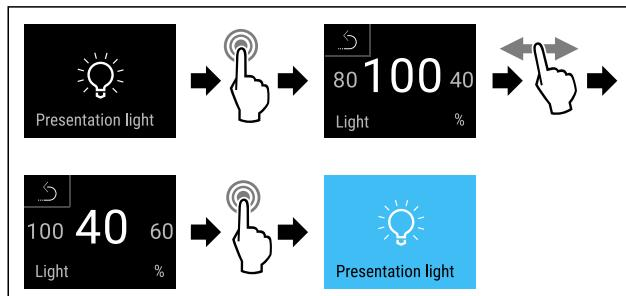

Fig. 68
- Выполните шаги действия (см. Fig. 68) .